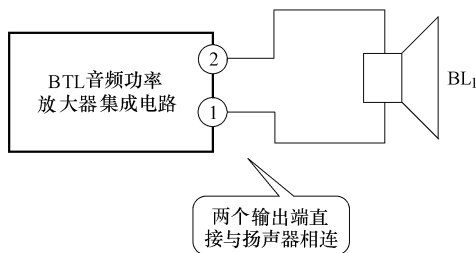

图 13-10 BTL 功率放大器集成电路输出引脚外电路
如图 13-10 所示是 BTL 功率放大器集成电路输出引脚外电路。这种功放集成电路有两根输出引脚①脚和②脚。